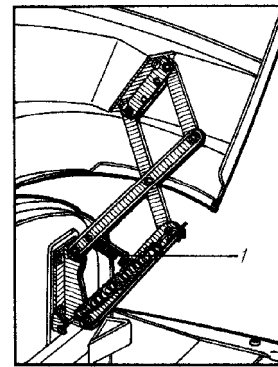

Рис. 3. Предохранитель механизма подъема капота: 1- крючок предохранительный
8. При обслуживании двигателя механизм подъема капота необходимо зафиксировать предохранительным крючком 1 (рис. 3).